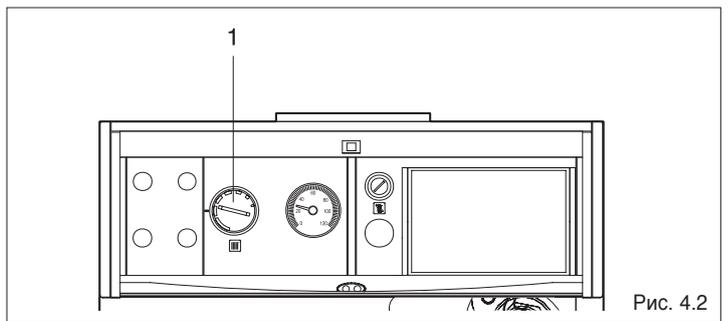

Рис. 4.2
- Установите регулирующий термостат котла (1) на нужную температуру (Рис. 4.2).